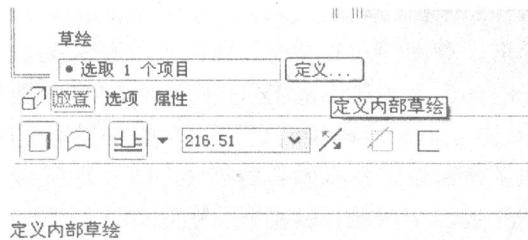

图 1-6 拉伸滑拉面板
(3) 点击下拉菜单“插入”(Insert)→“拉伸”(Extrude), 系统界面底部出现拉伸功能滑拉面板, 左键点击滑拉面板上方的红字“放置”(Placement), 系统弹出对话框, 如图 1-6 所示, 直接点击“定义”(Define)按钮, 绘制草图。